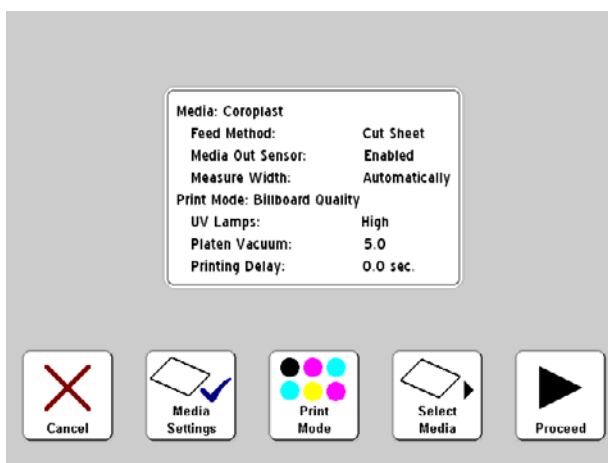

Fig. 2-1. Tela de configurações de mídia
- Se você pressionar um **nome de mídia**, uma lista de configurações será exibida (consulte Fig. 2-1). Nessa tela, você pode mudar as Configurações de mídia, o Modo de impressão; Selecionar mídia novamente ou Prosseguir para carregar a mídia. Para carregar a mídia, pressione a tecla ► (Prosseguir) e vá para “Como carregar e imprimir em mídia rígida” na página 2-10 ou “Como carregar e imprimir em mídia-alimentada por rolo” na página 2-15.